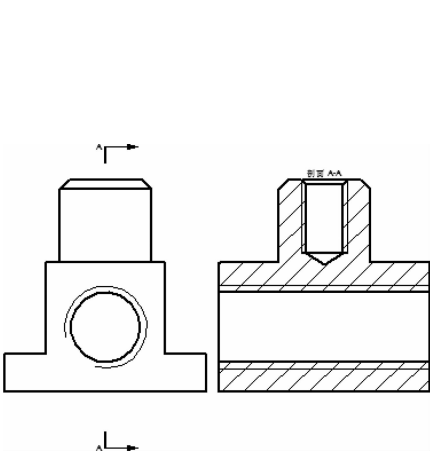

图 9-62 全剖视图
(5) 选取上一步创建的切割的平面剖切线，然后选择合适的位置单击后自动生成全剖视图，如图 9-62 所示。